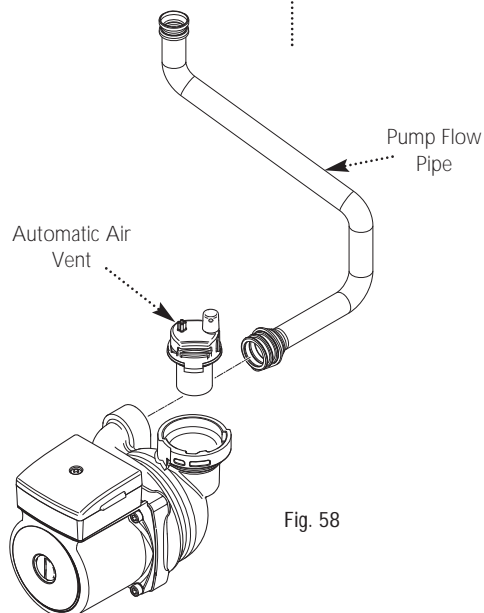

Fig. 58
13.11 Pump - Complete (Fig. 58)
13.12 Automatic Air Vent (Fig. 58)